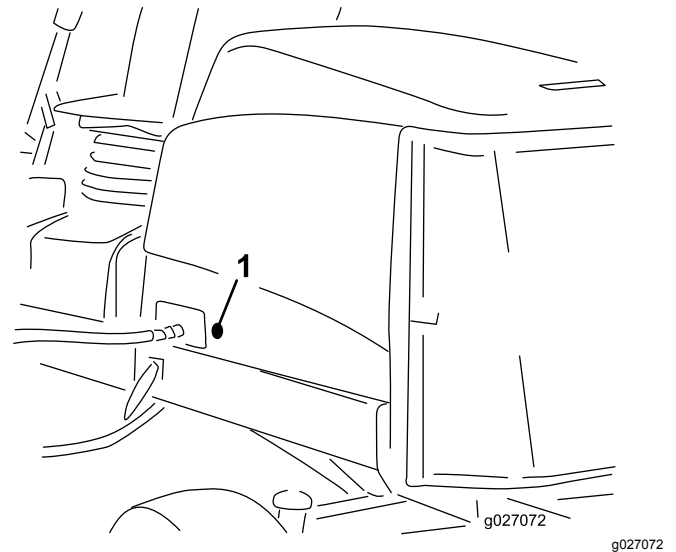

Bild 18
2. Nehmen Sie die Gummidichtung aus dem Loch links an der Motorhaube heraus (Bild 18).